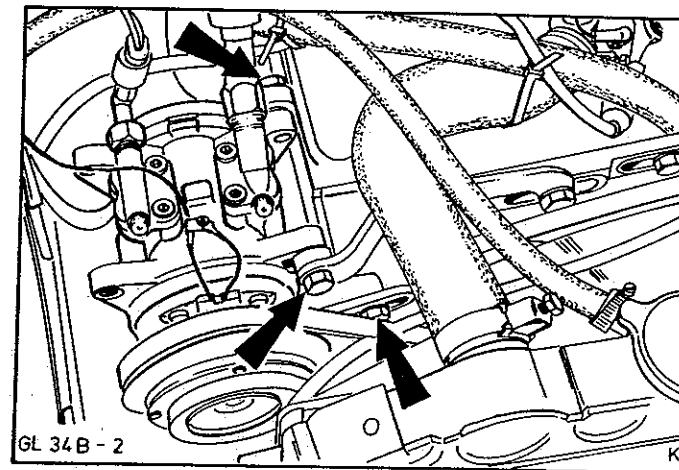

Abb.13 Befestigungsschrauben (3) am Kompressor lösen
2. Keilriemen vom Kompressor abbauen, dazu 3 Schrauben, Abb.13, lösen.